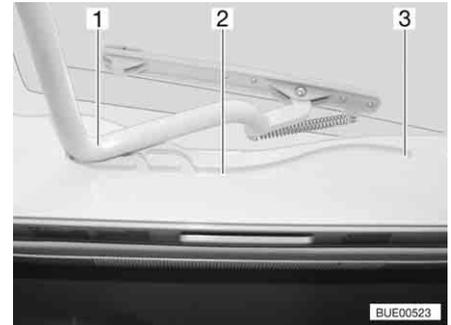

Bild 74 Heki-Dachhaube, Führung
- Den Bügel (Bild 74,1) in den Führungen (Bild 74,2) bis in die hinterste Position (Bild 74,3) ziehen.
- Den Bügel (Bild 74,1) mit beiden Händen leicht nach oben drücken.
- Den Bügel in den Führungen (Bild 74,2) bis zur gewünschten Stellung ziehen.